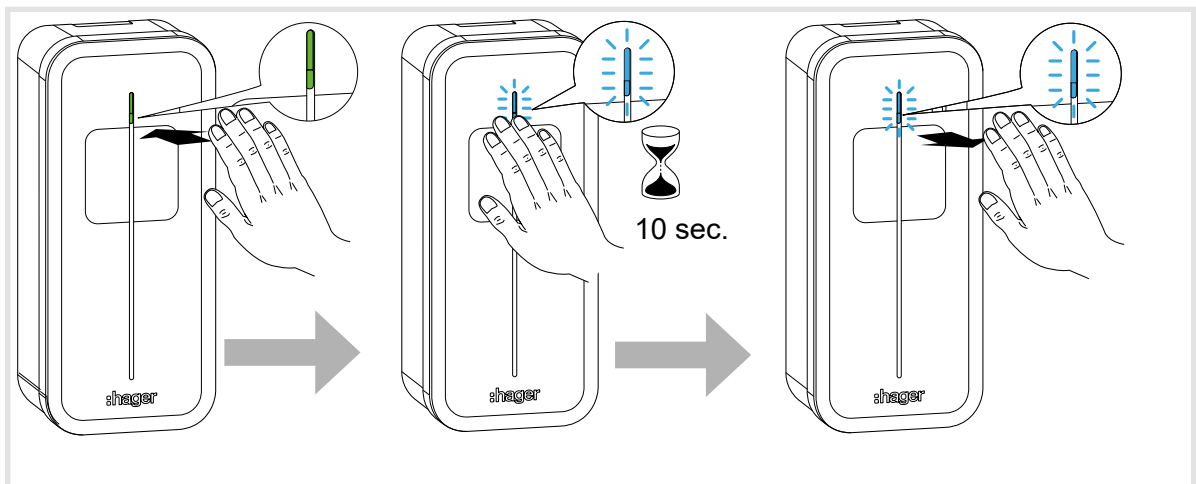

Bild 31: Integration ins Hager *flow* System
Status-LED auf der Vorderseite des Gerätes leuchtet grün (Bild 31, links).
- Hand auflegen und nach 10 s entfernen (Bild 31, Mitte).